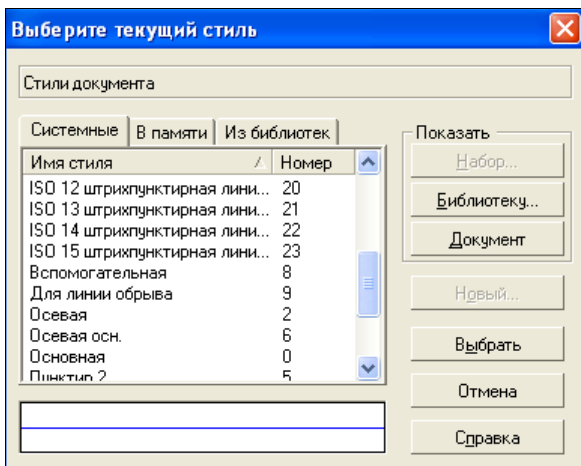

Рис. 9.4. Диалоговое окно **Выберите текущий стиль**
- ♦ в списке стилей нажмите кнопку **Другой стиль**. В появившемся диалоговом окне **Выберите текущий стиль** (рис. 9.4) нажмите кнопку **Библиотеку**;